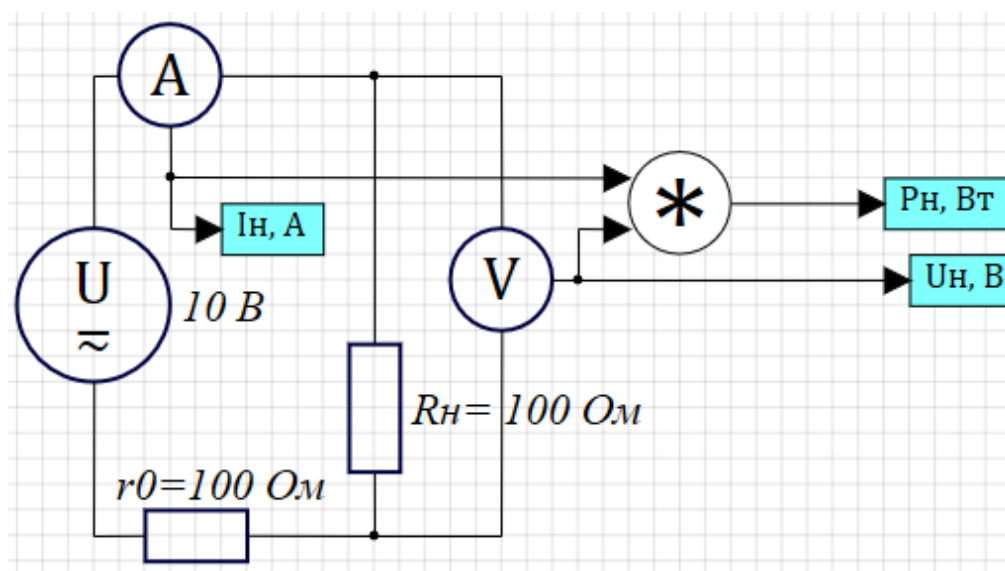

Рис. 2.1
1. Собрать в окне проектов системы SimInTech цепь постоянного тока (рис. 2.1).
Для блоков **Порт выхода** задать значения **Имена портов** **субмодели** в соответствии с рис. 2.1, выполнив по ним двойной щелчок ЛКМ.